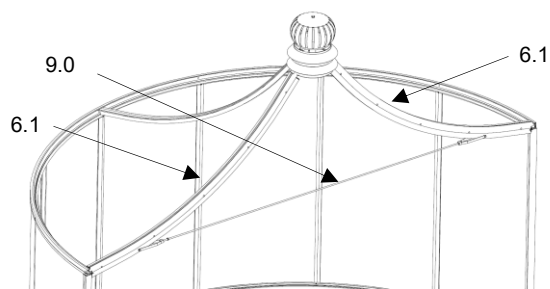

Abb.25
- die Zugstange (9.0) in den Bohrungen der beiden Statikrandbügel (Dach) links/rechts (6.1) mit je 1x Sechskantschrauben M8x60 und je 2x U-Scheiben mit je 1x Sechskantmutter M8 sichern. (Abb.25)